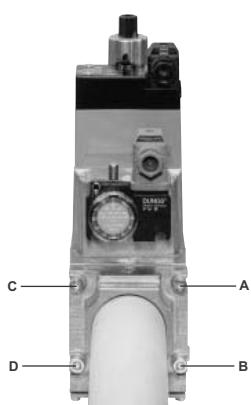
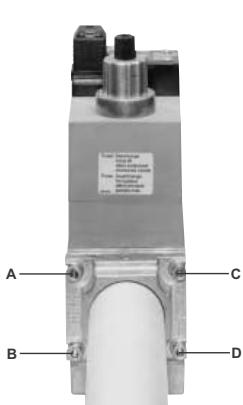

Рис. 5
Рис. 6
- 1.Расслабить винты А и В, но **не снимать** их (Рис. 5 и Рис. 6)
2. Отвинтить винты С и D (Рис. 5 и Рис. 6)